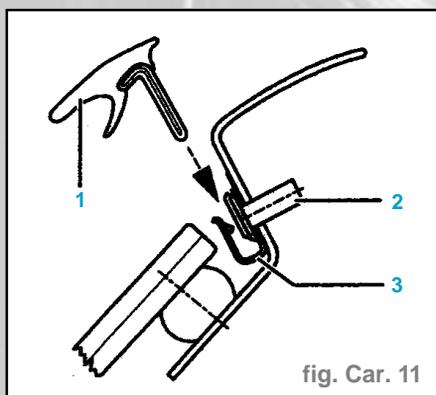

fig. Car. 11
- Enfoncer la baguette déflectrice d'eau jusqu'en butée dans les agrafes de retenue (3) seulement au terme du temps de durcissement de la colle (1) (fig. Car. 11).